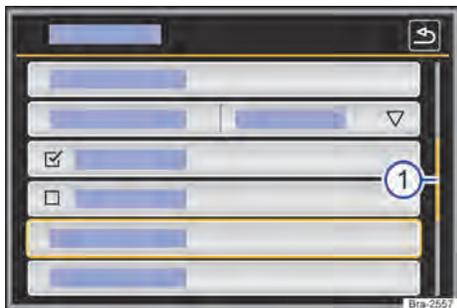

Fig. 118 Representação esquemática: entradas da lista no menu de configurações.
As entradas de lista podem ser acessadas pelo toque direto no display ou por meio do botão de regulagem → Fig. 118 ④.
Se em uma exibição de lista houver mais registros selecionáveis do que podem ser visualizados, são mostradas superfícies de função para a rolagem ou uma barra de rolagem à direita na imagem → Fig. 118 ①.